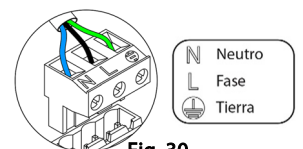

Fig. 30
La conexión de alimentación eléctrica del módulo se realiza mediante una borna de 3 pines ①. Fije los cables con los tornillos de la borna respetando la polaridad de la misma (Fig. 30).